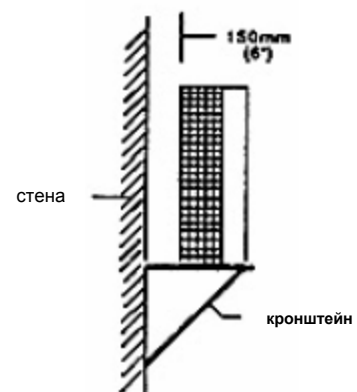

Рис. 5 Настенный монтаж
- 2) **УСТАНОВКА НА ИЛИ НАПРОТИВ СТЕНЫ** – При монтаже необходимо применить дополнительно поставляемый кронштейн (рис.5) и ориентироваться на рис.2 и рис.3.